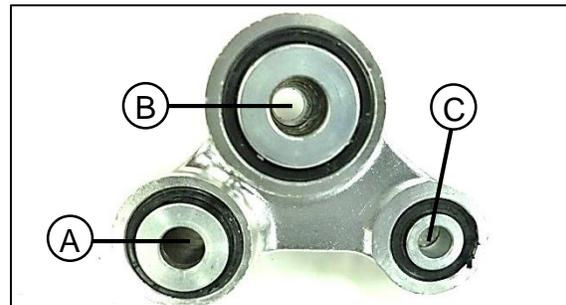

Fig. 06
Remueva el balancín e inspeccione los retenedores y bujes (A), (B), (C) que estén en buena posición sin grietas ni desgastes irregulares. **Fig. 06**